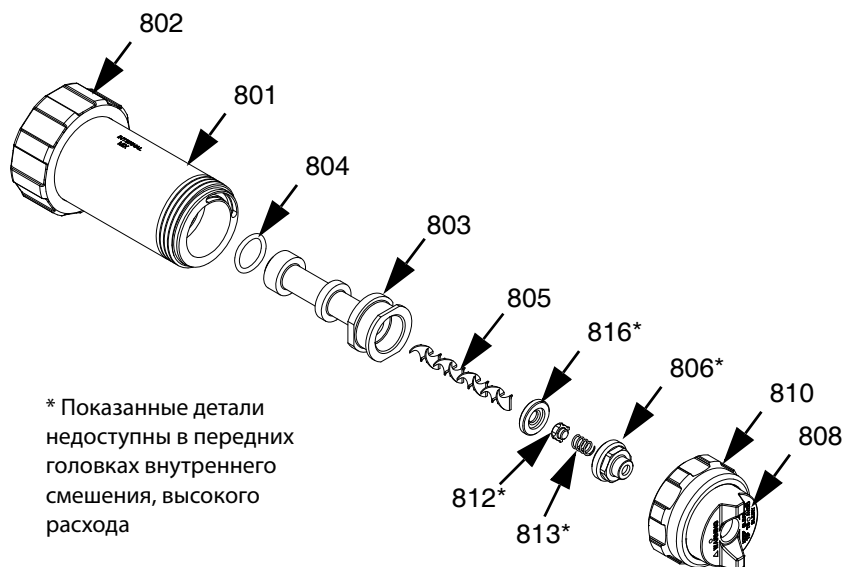

Рис. 17
2. Снимите стопорное кольцо (810) и блок крышки пневмоцилиндра (808) с головки (801).
3. Извлеките блок диффузора (803).
4. Двумя гаечными ключами отвинтите шляпки на диффузоре и крышке (806), затем снимите крышку. Пружина (813) и обратный клапан (812) выпадут после снятия крышки.
5. Небольшим шестигранным ключом выдавите элемент смешения (805) и седло обратного клапана (816) из небольшого отверстия на задней стороне диффузора.
6. Установите новый смесительный элемент в диффузор (803).
7. Установите седло обратного клапана (816) в диффузор. Дополнительные сведения об ориентации седла см. на Рис. 17.